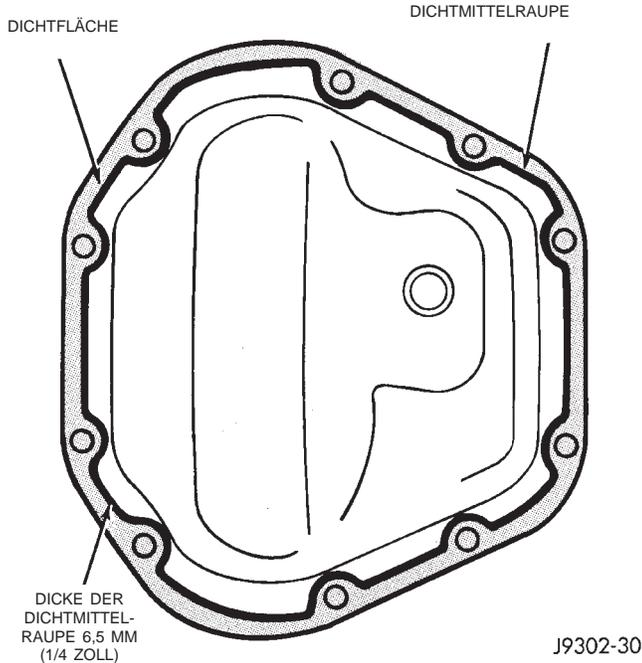

Abb. 48 Gehäusedeckel mit Dichtmittelraupe (Beispiel)
(1) Alte Dichtmasse von den Kontaktflächen des Gehäuses und des Deckels entfernen. Die Kontaktflächen mit einem Lösungsmittel reinigen. Die Kontaktfläche des Differentialgehäusedeckels (Abb. 48) mit einer Dichtmittelraupe belegen (Mopar® Silikonkautschuk-Dichtmasse). Die Dichtmasse einige Minuten an der Luft trocknen lassen.